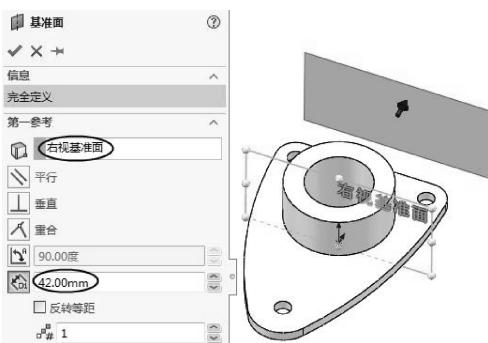

图 3-106 新建基准平面 2
- 单击 **基准面** 按钮，新建一个基准面 2，如图 3-106 所示。